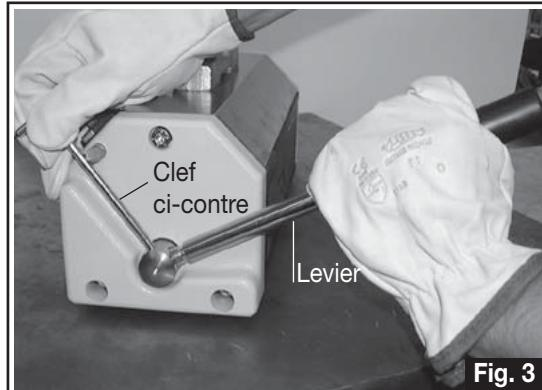

Fig. 3
- D) Insérer le levier dans son logement spécifique en le serrant à fond (Fig. 3).